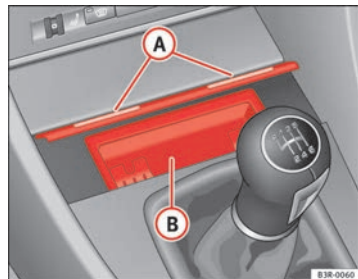

Fig. 122 Consola central:
- Presione brevemente sobre la moldura frontal del cenicero (A) ⇒ fig. 122.
- Agarre la carcasa del cenicero (B) ⇒ fig. 122 por sus concavidades laterales y extráigala hacia arriba.